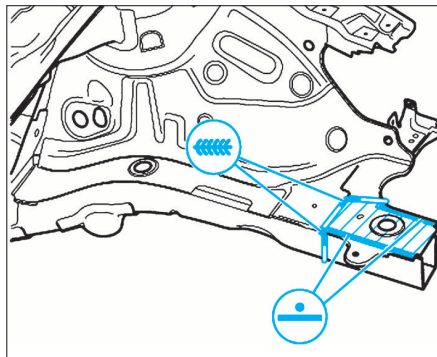

FIG. 2
- Souder le longeron, soudure en continu sous protection gazeuse (Fig.2).